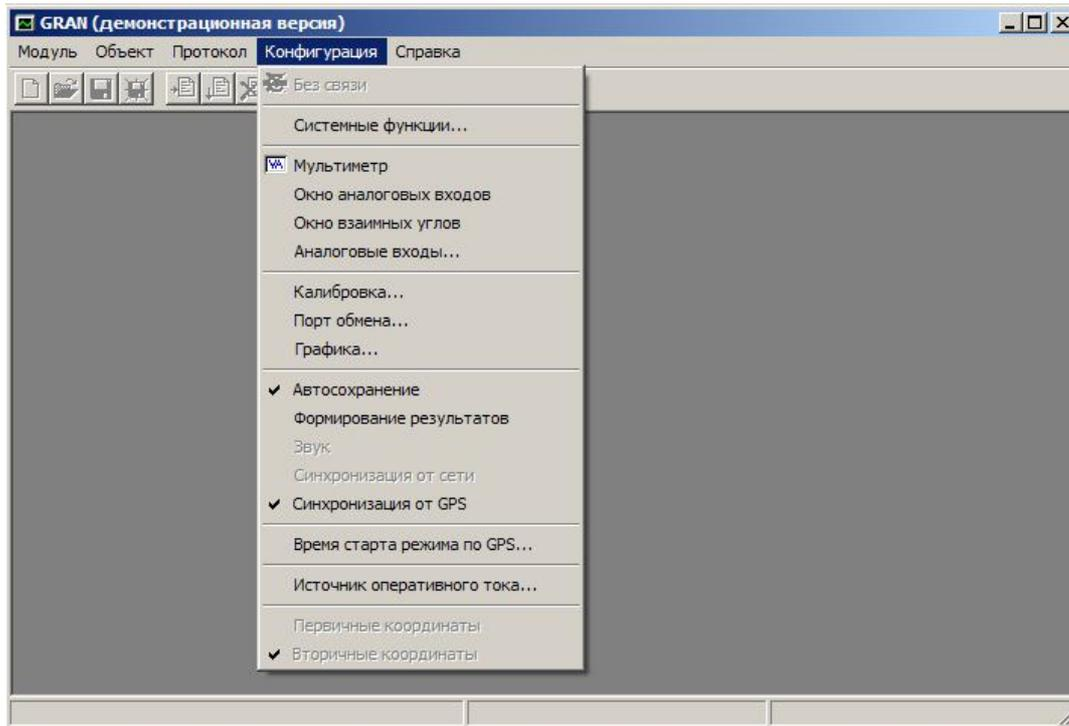

Рис. 2.10. Меню "Конфигурация"
Меню "Конфигурация" (рис. 2.10) содержит следующие команды:
- 6) в пункте главного меню "*Конфигурация*" (см. рис. 2.10) установить режим "*Формирования результатов*";